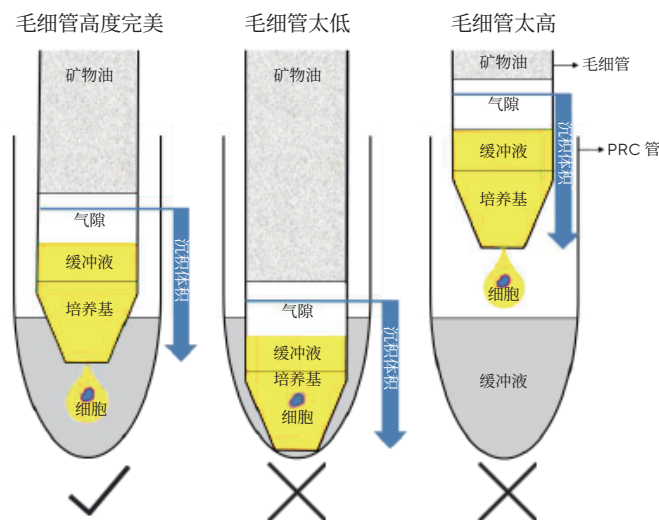

图3. 最佳沉积高度
- **沉积过程挑头尖端距离板底的高度**——对易碎或粘性细胞转移后的活率有很大的好处（图 3）
许多半固体培养基表面高低不平，所以形成固定沉积高度非常困难。每个挑取模块上的自动感应装置可有效调节每个孔或每个板的沉积高度（图 3），这样毛细管吸头就不会碰触板底。